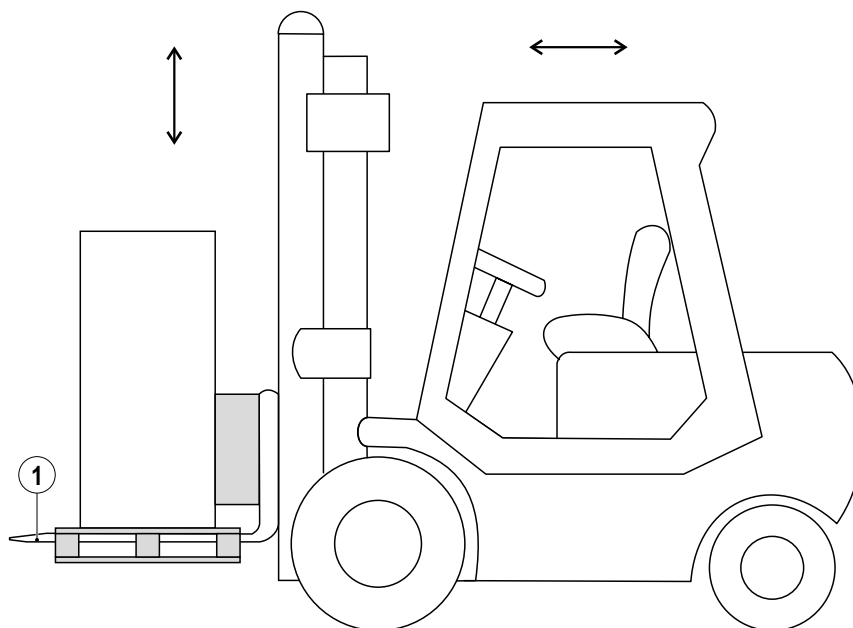

ABB. 33 (Handhabung mit Gabelstapler)
- 2) Führen Sie die Gabeln des Gabelstaplers (**s. ABB. 33**) unter der Palette oder dem Sockel auf der Unterseite der Maschine oder auf der Seite der Fittings ein.